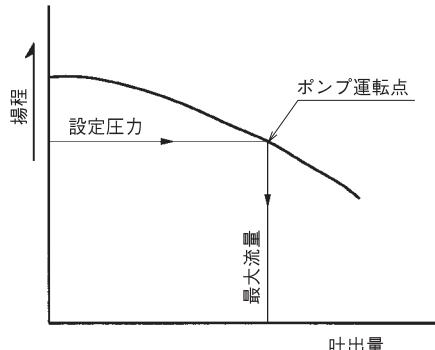
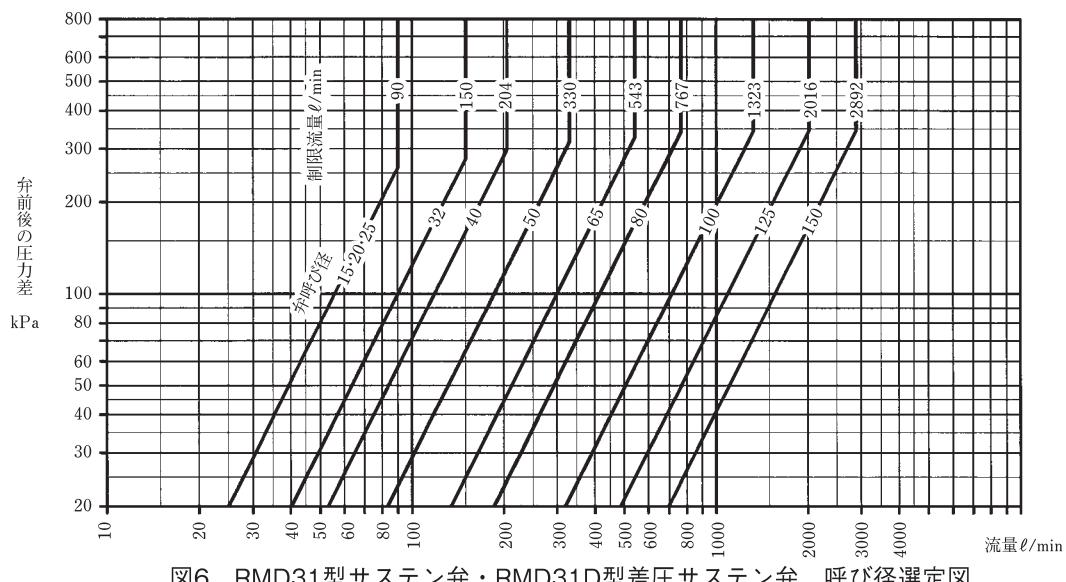

図5 ポンプ特性図
图6 RMD31型サステン弁・RMD31D型差圧サステン弁 呼び径選定図
ポンプ特性図(図5参照)から設定圧力に相当する揚程の吐出量を求めます。これがサステン弁の最大流量です。設定圧力と最大流量が決まると図6又は図7の選定図によって選定します。機種は通常直動形のRMD31型を使用しますが、所要の設定圧力が高くRMD31型の設定圧力区分を超える場合、又は流量が大きくRMD31型では賄えない場合はRFD42型を使用します。
場合で、ポンプ特性図から400ℓ/minを貯水槽に逃さなければならないと仮定します。図6 RMD31型サステン弁・RMD31D型差圧サステン弁 呼び径選定図で流量400ℓ/minの線と弁前後の圧力差すなわち300-0=300kPaの線との交点を求めますと呼び径50と65の中間にあります。大きい方を選び、呼び径65が適当なサステン弁となります。
- (1) まず配管径と同一の呼び径のRMD31型を選定し、図6の呼び径選定図により弁前後の圧力差すなわちサステン弁の出口側圧力は0ですから $10 \times (P - \triangle P + H) - 0 = 10(P - \triangle P + H)$ kPa の線（サステン弁の出口側に背圧が加わる場合はその圧力を減じます。）と選定した呼び径の線との交点から下方に線を引き流量を求めます。